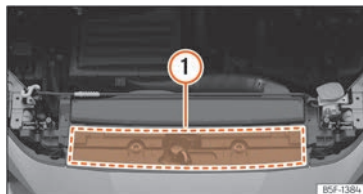

Abb. 240 Im Motorraum: Position des Aufklebers mit Motoröl-Spezifikationen
»» [Abb. 240] ① Bei Verwendung des empfohlenen Motoröls kann das Motoröl so oft wie erforderlich nachgefüllt werden.